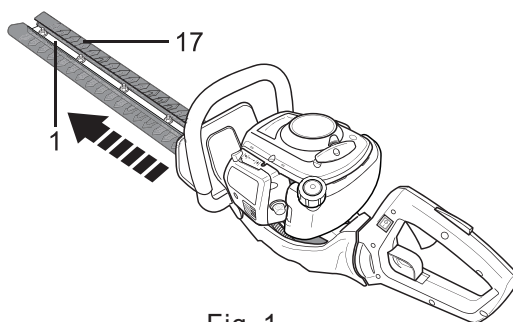

Fig. 1
- > Retirez le protège-lame (17) de l'organe de coupe (1) avant de mettre l'appareil en marche (Fig. 1)